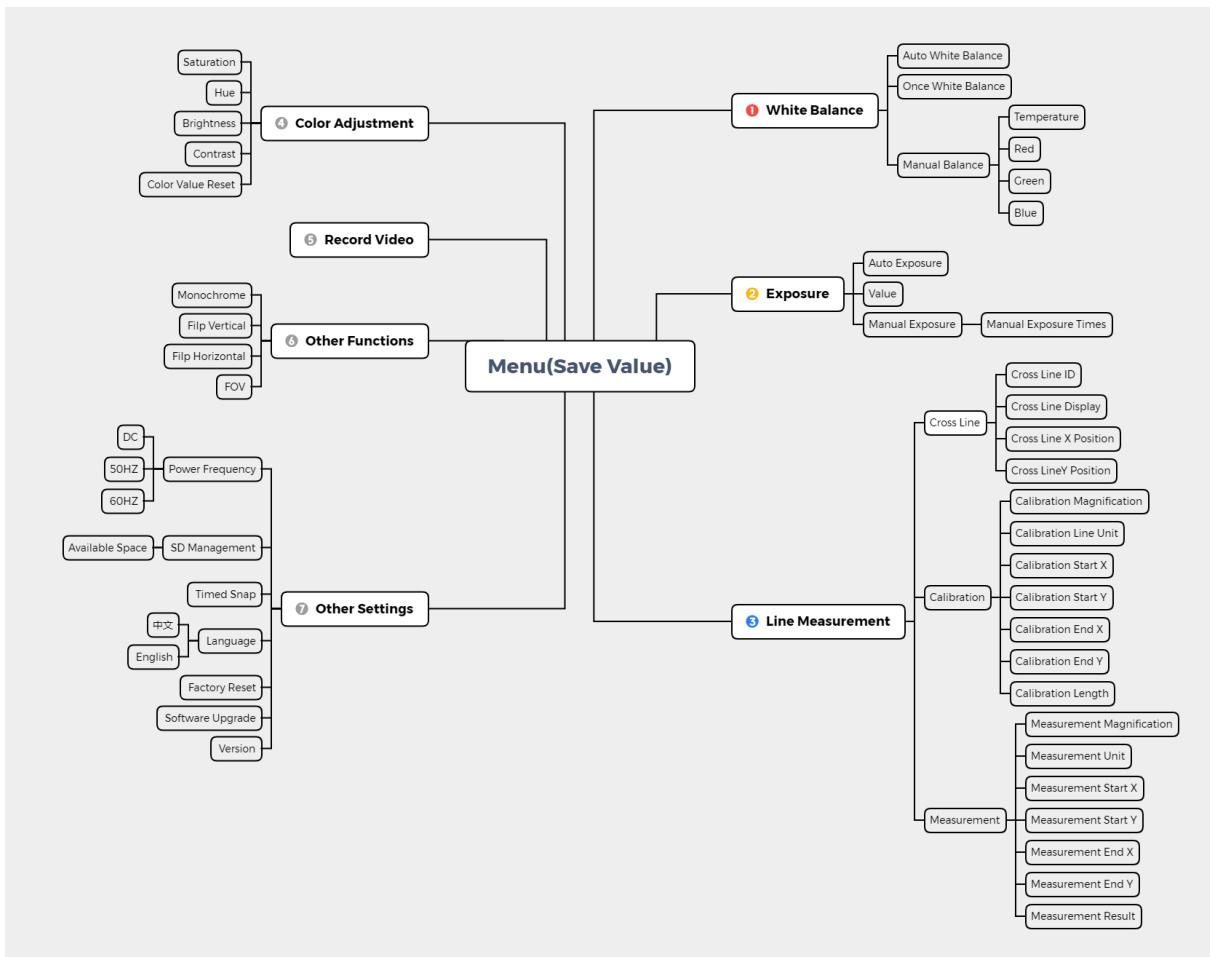

Fig. 21
- Las funciones específicas de este menú se muestran en la Fig. 21.